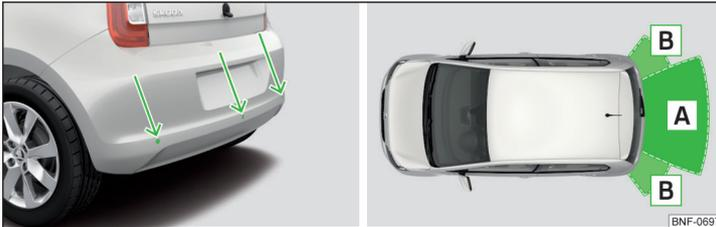

Abb. 95 Verbauort der Sensoren / Reichweite der Sensoren
- Die Systemsensoren » Abb. 95 auf Seite 84 sauber, schnee- sowie eisfrei halten und mit keinerlei Gegenständen abdecken, anderenfalls kann die Systemfunktion eingeschränkt sein.
Das System berechnet mithilfe von Ultraschallwellen den Abstand zwischen dem Stoßfänger und einem Hindernis. Die Ultraschallsensoren befinden sich im hinteren Stoßfänger » Abb. 95.
## Reichweite der Sensoren » Abb. 95